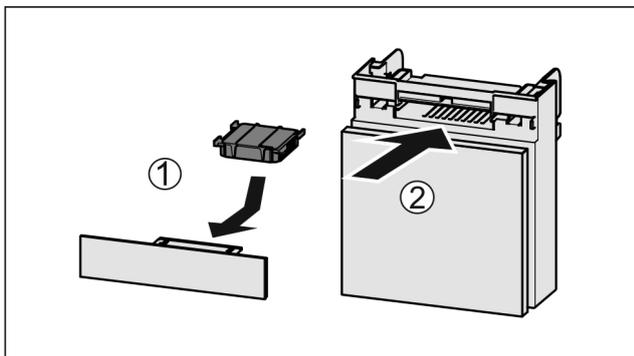

Fig. 104
- ▶ Insérer le filtre à charbon actif d'après le schéma Fig. 104 (1).
- ▶ Insérer le compartiment Fig. 104 (2).